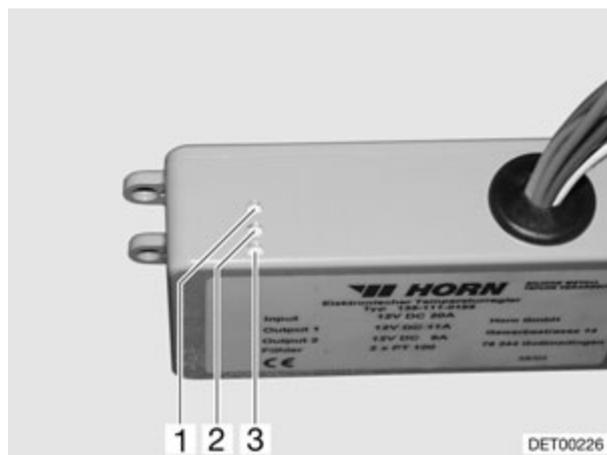

Fig. 135 Régulateur
Le régulateur (Fig. 135) est monté dans la penderie. Les voyants de contrôle qui se trouvent sur le régulateur ont la signification suivante :
- Le voyant de contrôle (Fig. 135,2) est vert : le régulateur est en marche.
- Le voyant de contrôle (Fig. 135,1) est rouge : le réservoir des eaux usées est chauffé.
- Le voyant de contrôle (Fig. 135,3) est rouge : les conduites des eaux usées sont chauffées.